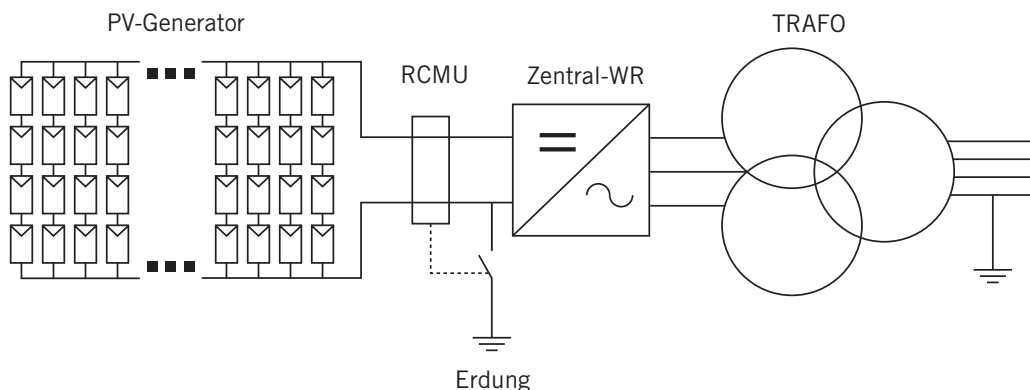

Abb. 9: Trennung der Erdverbindung ohne Widerstand
- **Trennung der Erdverbindung ohne Widerstand** (Abbildung 9): Alternativ kann eine Erdung ohne Widerstand verwendet werden, die jedoch DC-seitig über einen Differenzstromwächter (RCMU Typ B) überwacht wird. Diese Geräte lassen üblicherweise Ströme bis 50 mA über einen Zeitraum von 0,4 s zu, oder sind frei programmierbar. So können Ausgleichsströme zuverlässig überbrückt werden. Bei höheren Strömen, die über einen längeren Zeitraum fließen, muss die Erdung getrennt werden und ein Alarm sollte ausgegeben werden.